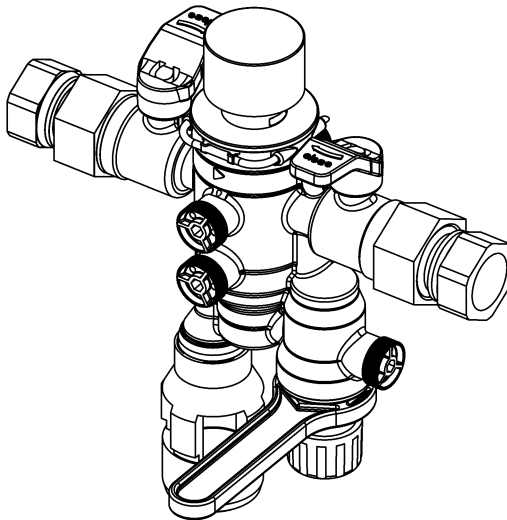

Abb. 7: Austausch der Druckminderer-Patrone
- / Deckel der Verkleidung nach oben klappen, vordere und hintere Verkleidungsschale abnehmen und beide Absperrhähne schließen (siehe Abb. 7).